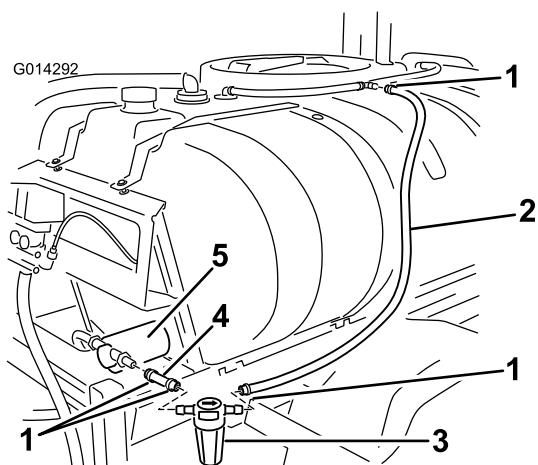

Рисунок 22
5. Подсоедините шланг к открытому концу установленного ранее тройника (Рисунок 22).